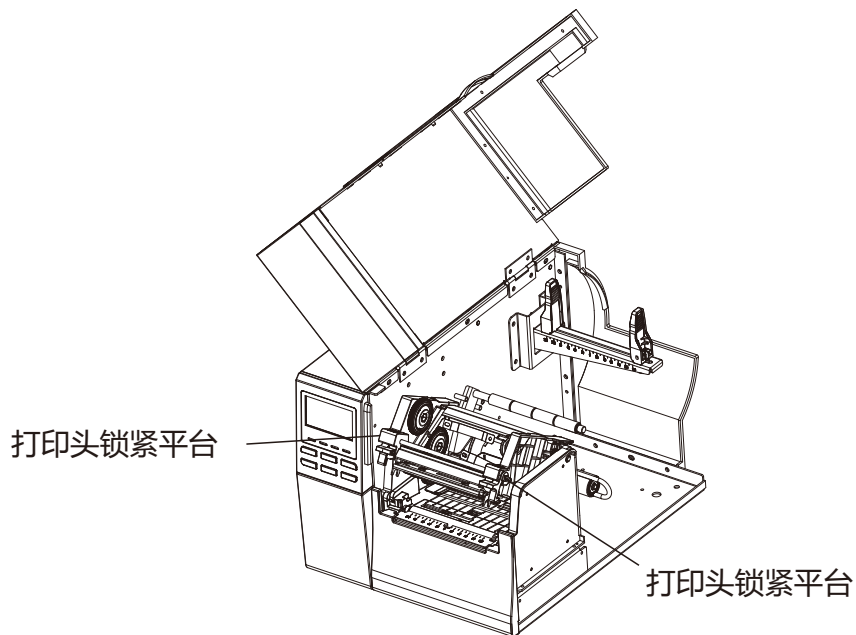

图15
2.7.7 如图15,紧紧向下按压打印头锁紧平台(如图所示位置)以关闭打印头模块,直到听到打印头卡扣发出声音。